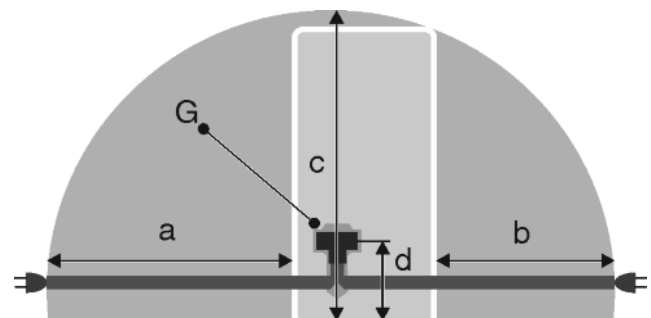

Fig. 51
- Розетка находится вне зоны задней стенки в данной зоне. *Fig. 51 (a, b, c)*
- ▶ Штекер устройства *Fig. 51 (G)* подсоединить с задней стороны устройства. Следить за правильной фиксацией.